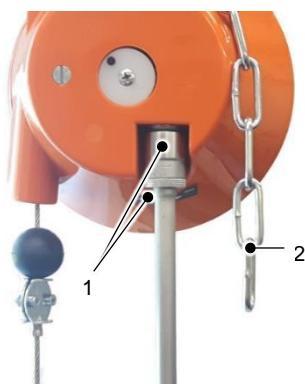

Fig. 5.2 – Ajuste fino do balancim
O balancim é preso com uma corrente de segurança (2), consulte a Fig. 5.2 Ajuste fino do balancim. A corrente deve ser fixada independentemente da suspensão do balancim.